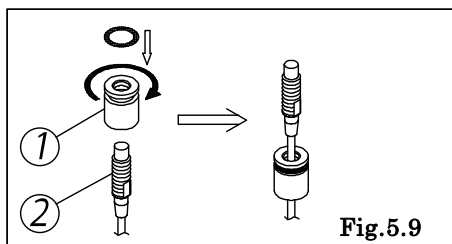

Fig.5.9
- ・センサー受け(①)に O リングを取り付ける。〔Fig.5.9〕
- ・センサー(②)に、センサー受けをねじ込む。〔Fig.5.9〕